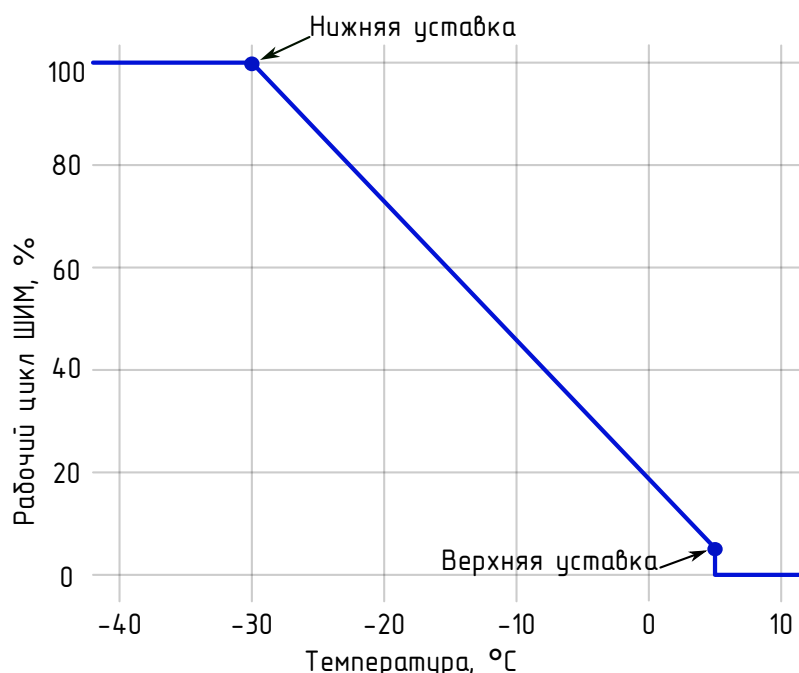

Рисунок 1.4 – Режим работы «Пропорциональный ШИМ»
- «**Пропорциональный ШИМ**» («PWM Proportional»). Длительность рабочего цикла ШИМ линейно интерполируется между верхней и нижней уставками в зависимости от показаний датчика(ов) температуры (см. рисунок 1.4). Для